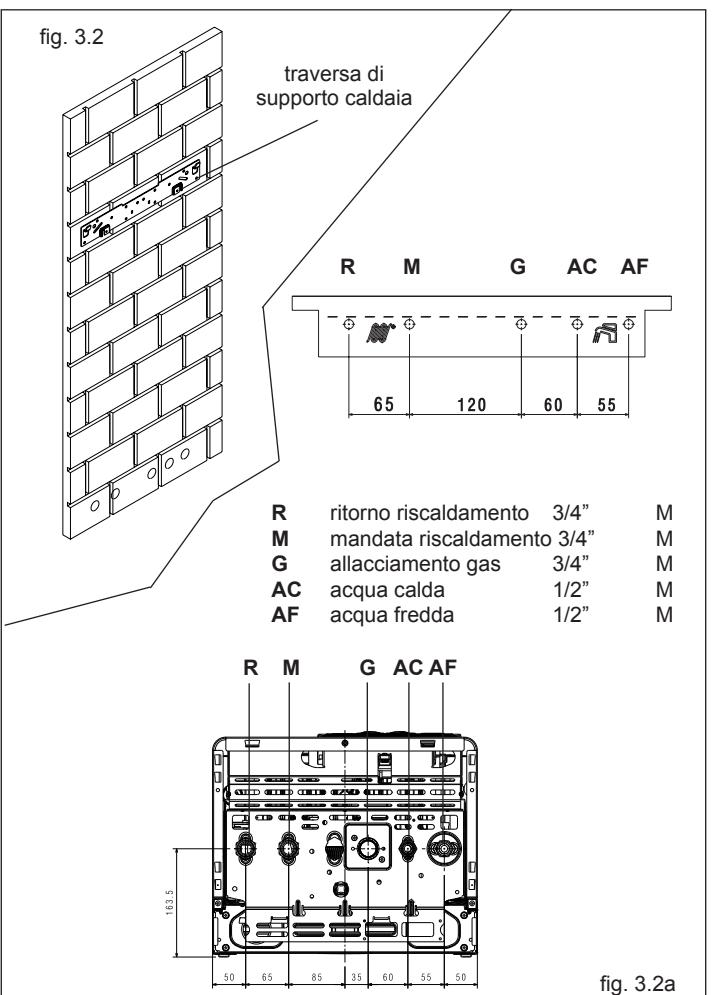

fig. 3.2a
**Inverno:** ruotando il selettore di funzione (1 - fig. 2.1a) all'interno dell'area contraddistinta con + e - (fig. 3.1b) la caldaia fornisce acqua calda sanitaria e riscaldamento. In caso di richiesta di calore, la caldaia si accende, il visualizzatore digitale indica la temperatura dell'acqua di riscaldamento, l'icona di funzionamento in riscaldamento e l'icona fiamma (fig. 3.2a). In caso di richiesta di acqua calda sanitaria, il visualizzatore (4) indica la temperatura dell'acqua sanitaria, l'icona di funzionamento in sanitario e l'icona fiamma (fig. 3.3a).